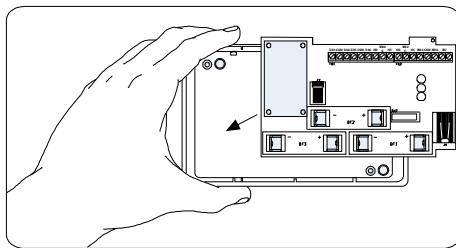

Figure 3 : Retrait du PCB
2. Retirez le PCB (Figure 3) et percez les trous pour permettre l'insertion des câbles électriques (1, Figure 4), ainsi que celui du système d'autoprotection à l'arrachement (2, Figure 4).